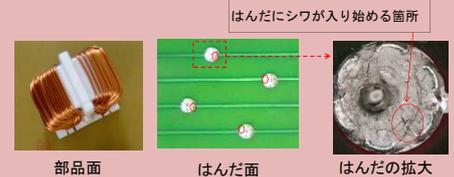

図2 試料の外観とはんだにシワ(又はクラック)が入り始める箇所
- ◆【表面観察】引け巣の変化の違いには傾向がみられ、**コイルの内側(表2及び図2の○印の箇所)**で、はんだにシワが入り始める箇所に引け巣がある場合、**クラックに進展**していた。【表2、図2】